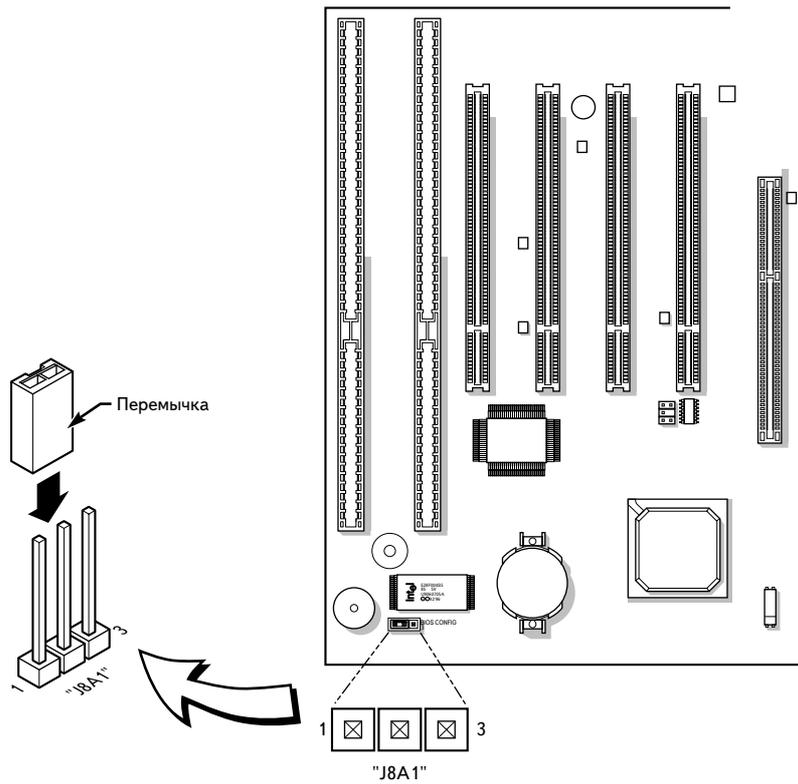

Рис. 5.6. Расположение переключки Flash Recovery на системной плате Intel SE440BX
1. Измените положение переключки Flash Recovery на системной плате на Recovery. Практически на всех системных платах Intel она существует. Переключка может находиться в двух положениях — Recovery/Normal. На рис. 5.6 показано расположение этой переключки на системной плате Intel SE440BX.